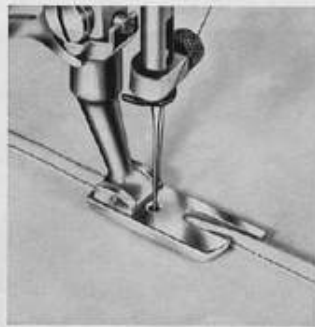

Abb. 24b
2. Arbeitsgang (Abb. 24b). Die beiden Stoffteile sind flach auseinander zu legen, so daß der gebildete Saum wie ein Fältchen hochsteht. - Das hochstehende Fältchen wird nun nochmals, in gleicher Richtung wie das erste Mal, in den Kapper geführt, so daß es umgelegt und angenäht wird.